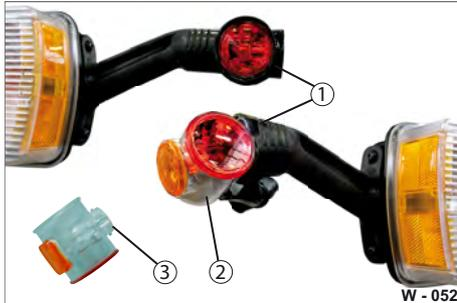
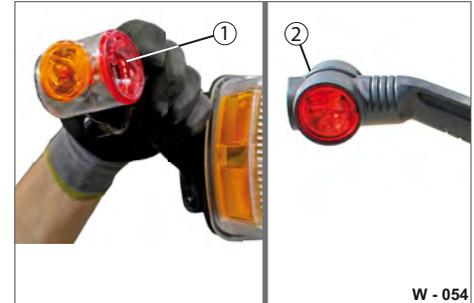

Abb. 59 Gummiarm abziehen
Abb. 61 Gummiarm aufstülpen
- ▶ Sprühen Sie den Gummiarm-Überzug (Abb. 59/1) mit Silikonspray reichlich ein - dies erleichtert das Ab- und Aufstülpen.
- ▶ Ziehen Sie den Gummiarm-Überzug (Abb. 59/1) vom Leuchtkörper (Abb. 59/2) mit Hilfe eines Schlitz-Schraubendrehers ab.
- ▶ Lösen Sie die Verschraubung (Abb. 59/3) und ziehen Sie den Leuchtkörper (Abb. 59/2) ab.
- ▶ Schrauben Sie den Leuchtkörper (Abb. 61/1) mit der Verschraubung (Abb. 59/3) auf. Achten Sie, dass die Dichtung richtig sitzt.
- ▶ Stülpen Sie den Gummiarm (Abb. 61/2) über den Leuchtkörper.